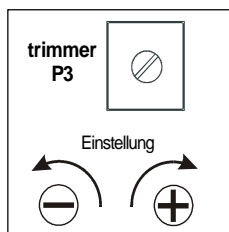
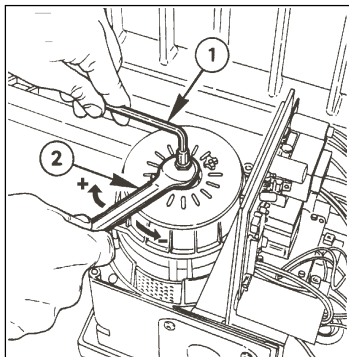

Abb. 1
Abb. 2
**a** - Stellen Sie die mechanische Kupplung (**Abb. 2**) auf das Maximum ein und justieren Sie elektronisches Drehkraftregulation (**Abb. 1**) - (empfohlen).
**b** - Stellen Sie auf das Maximum das elektronische Drehkraftregulation (**Abb. 1**) ein und justieren Sie die mechanische Kupplung (**Abb. 2**).